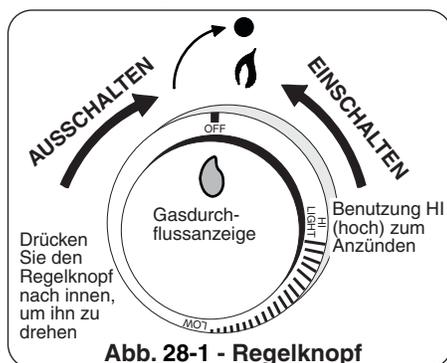

Abb. 28-1 - Regelknopf
**Wenn Sie den Bedienknopf in die Position ON drehen, wechselt die Gasflussanzeige zu Ihrer Bequemlichkeit und Sicherheit von blau auf rot. (Rot bedeutet Gasstrom.) Siehe Abb. 28-1.**